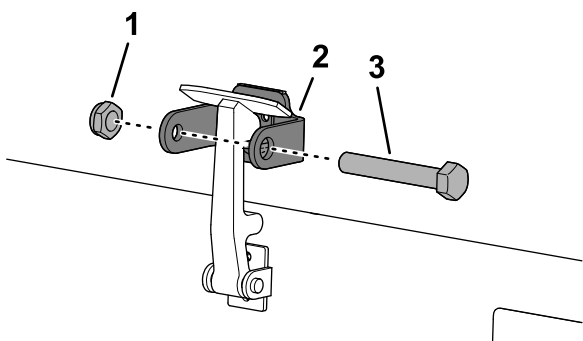

Figura 37
8. Înșurubai urubul în celălalt bra al colierului clișetului capotei pentru a bloca clișetul în poziție (Figura 37).